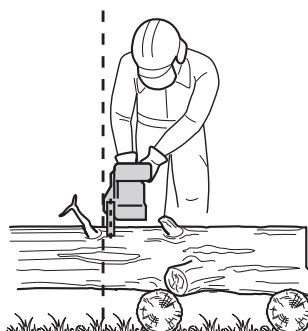

Fig. 29
- > Vous devez impérativement être dans une position sûre lorsque vous utilisez l'appareil. Tenez l'appareil du côté droit du corps (Fig. 29).